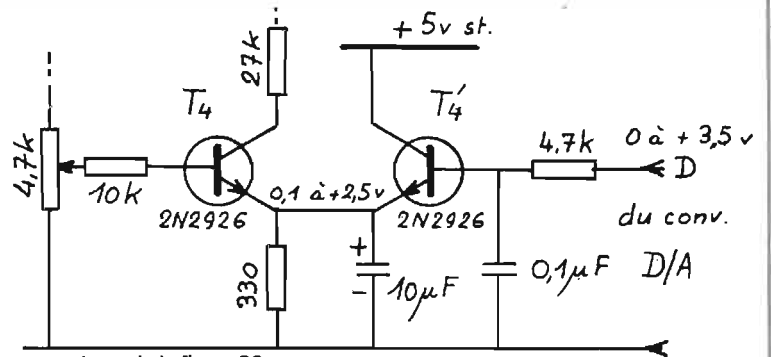
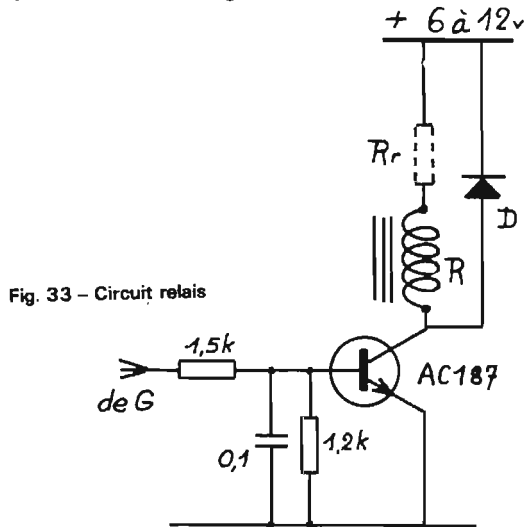

Fig. 32 - Variante de la figure 20
Fig. 33 - Circuit relais
**a) Schémas.** Ce sont ceux des chapitres précédents, avec le fameux Minibob en moins. Par contre la commande du relais se fait avec un transistor AC187, recevant sur sa base la tension G et protégé par diode (voir fig. 33).
— Sur le **modèle à découpage** (fig. 32) un **étage d'adaptation est nécessaire : T4, un 2N2926 attaqué comme ci-dessus par la tension D et commandant par l'émetteur, celui de T4. Une 330 Ω remplace le Minibob.** Comme la tension délivrée par le convertisseur est assez élevée, le curseur du pot/Aj. de l'émetteur de T3 sera pratiquement au maximum d'amplitude. Dans les deux cas la commande du relais est la même : figure 33.